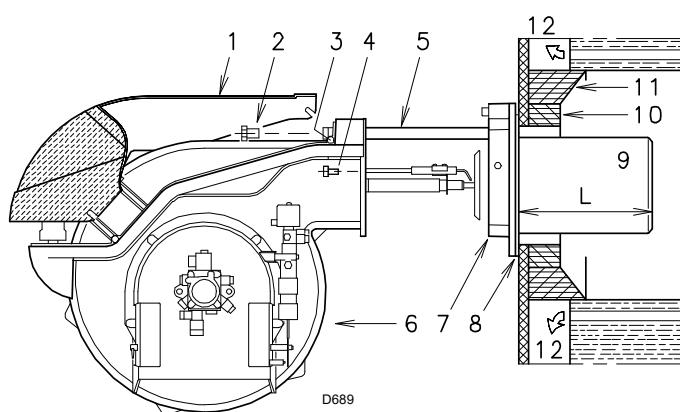

Fig. 7
5.4 Lengte spuitstuk (Fig. 7)
Voor ketels waarvan de voorkant afgekoeld wordt met water is geen hittebestendige bescherming 10)-11) (Fig. 7) nodig, als dat niet uitdrukkelijk gevraagd wordt door de fabrikant van de ketel.
Wanneer deze operatie uitgevoerd is, de flens 7 (Fig. 7) op de ketelplaat vastzetten, en de pakking 8) aanbrengen die bij de standaarduitvoering geleverd wordt. Maak gebruik van de 4 standaard geleverde schroeven na het schroefdraad hiervan met een product tegen het vastlopen (vet voor hoge temperaturen, compounds, grafiet) te hebben behandeld.
- Open de brander op de geleiders zoals in de (Fig. 7 Pag. 12) staat aangegeven.